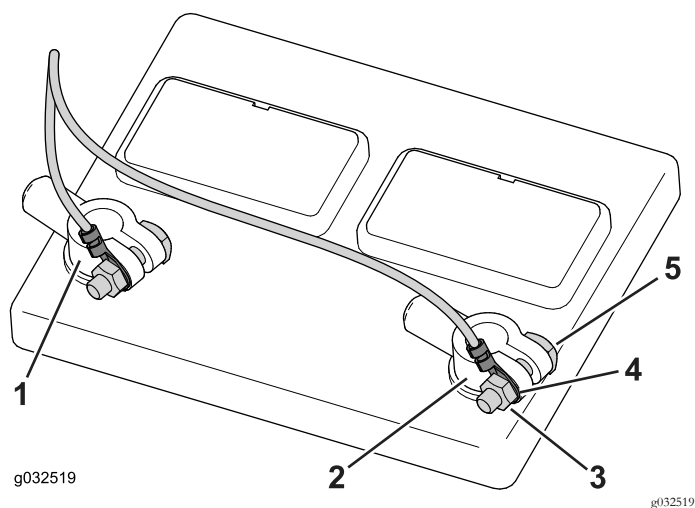

Figura 42
1. Desaperte e retire o grampo do polo negativo e depois o grampo do polo positivo da bateria (Figura 42).
3. Instale o conector do aro negativo por cima do parafuso do polo negativo e coloque a porca sem apertar (Figura 42).
4. Instale o conector do aro positivo por cima do parafuso do polo positivo e coloque a porca sem apertar (Figura 42).
5. Instale o grampo do polo positivo no polo positivo da bateria e depois o grampo do polo negativo no polo negativo da bateria (Figura 42).